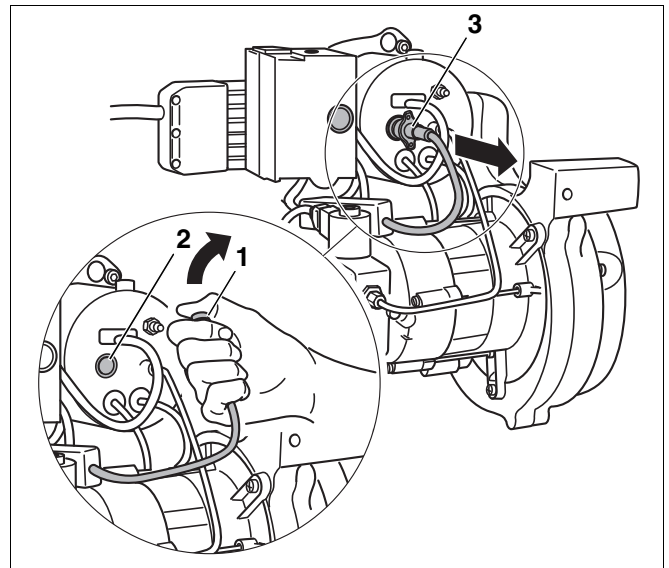

Abb. 56 Flammenfühler auf Funktion prüfen
- Flammenfühler bei laufendem Brenner an dem vorgesehenen Griff aus der Halterung ziehen (Abb. 56, **Pos. 3**).
- Flammenfühler abdecken (Abb. 56, **Pos. 1**). Es muss nach Wiederanlauf eine Störabschaltung erfolgen.
- Nach einer Wartezeit von ca. 30 Sekunden den Ölfeuerungsautomaten durch Drücken des Entstörtasters (Abb. 56, **Pos. 2**) entriegeln.